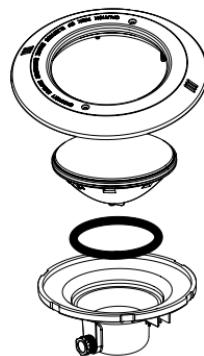

FIG. 2
3. Smontare i pezzi necessari del proiettore per estrarre la lampada ad incandescenza. (Questa operazione è opportunamente spiegata in dettaglio nel manuale del proiettore) (Fig. 2).
3. Desmonte as peças necessárias do projector para retirar a lâmpada incandescente (esta operação é descrita por menorizadamente no manual do projector) (Fig. 2).